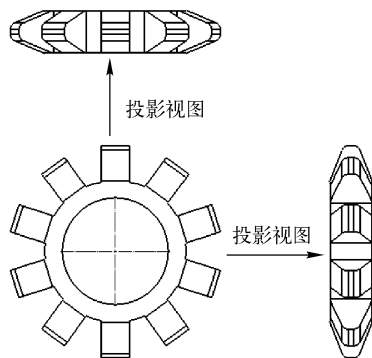

图 12-10 投影视图
投影视图是通过从正交方向对现有视图投影生成的视图，如图 12-10 所示。生成投影视图的操作步骤如下。
1) 在工程图中选择一个要投影的工程视图(打开的工程图如图 12-10 所示)。